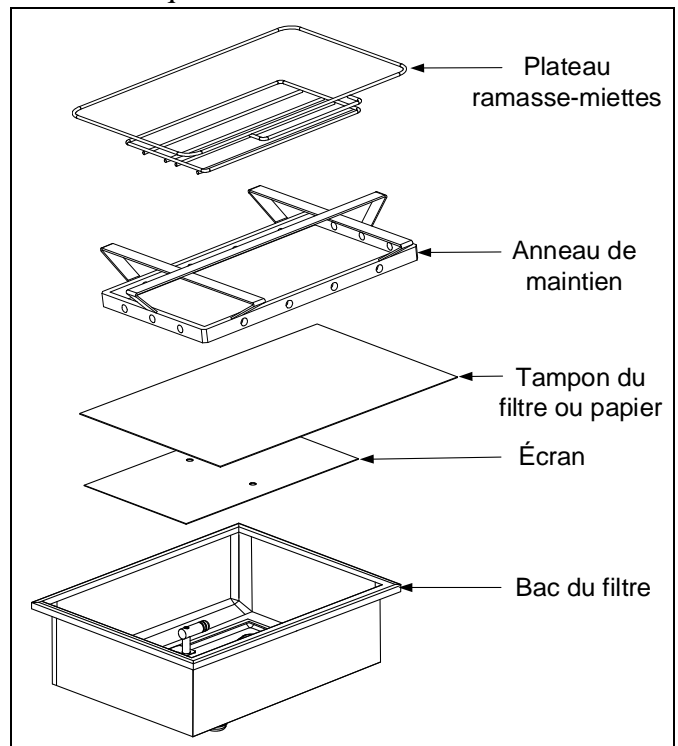

Figure 1
1. Retirer le bac du filtre du cabinet et retirer le plateau ramasse-miettes, l'anneau de retenue et le tamis métallique (voir Figure 1). Nettoyer tous les composants avec une solution de détergent et d'eau chaude, puis bien essuyer.
3. Ensuite, dans l'ordre inverse, placer le tamis métallique au centre de la partie inférieure du bac, puis poser une feuille de tampon filtre en haut du tamis, en chevauchant sur tous les côtés (voir Figure1). Si vous utilisez un tampon filtre, s'assurer que le côté rugueux du tampon est en haut et poser le tampon sur le tamis, en veillant à ce que le tampon soit entre les crêtes en relief du bac de filtre.